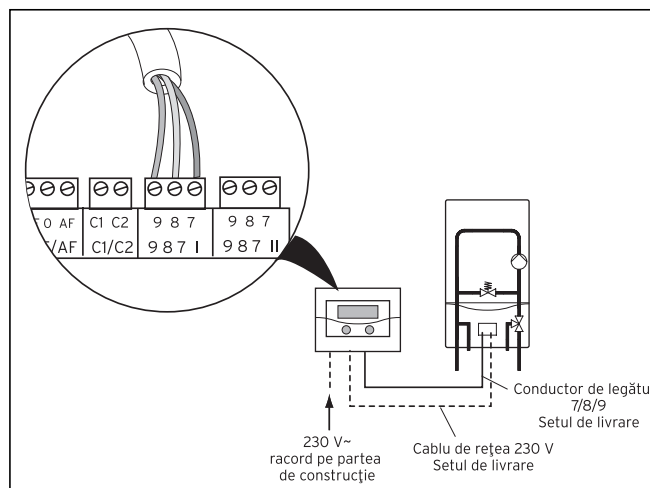

Fig. 4.1 Conectarea aparatului de încălzire
- Îndepărtați placa de acoperire (1) a carcasei și fixați pe perete carcasa cu 2 șuruburi prin găurile de fixare (8).
- Cablul de legătură (4) montat la aparat trebuie să aibă cel puțin 2 x 0,75 mm și se trage de jos prin intrarea cablurilor (3).
- Efectuați cablarea bornelor corespunzător schemei de conexiuni din Fig.4.1.
- Asigurați-vă că garnitura carcasei este bine fixată în partea superioară (1) și apăsați partea superioară pe carcasă.
- Fixați partea superioară a carcasei (1) cu șuruburile din setul de livrare pe partea inferioară a carcasei (2).
- Racordați cablurile de racord a aparatului de încălzire la cablurile de legătură livrate conform Fig. 4.1.